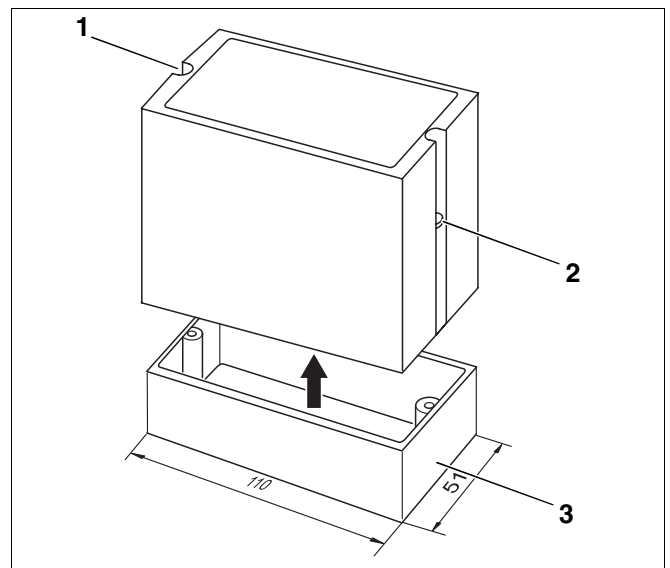

Abb. 6 Öffnen des Gehäuses
- Die beiden Schrauben (Abb. 6, **Pos. 1 und 2**) lösen.
- Regelgerät vom Sockel (Abb. 6, **Pos. 3**) abziehen.
- Die beiden Schrauben festdrehen (Abb. 6, **Pos. 1 und 2**).